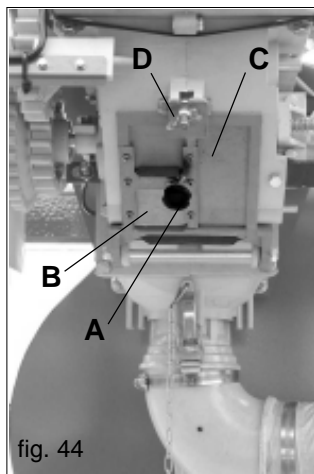

fig. 44
- a) Einen Sack oder einen Behälter unter die Auslassöffnung des Dosiergerätes stellen und dann den Kugelgriff (A, Abb. 44) aufdrehen, um den Trichterinhalt durch die Öffnung (B) abfließen zu lassen. Die Ablassöffnung (C Abb. 44) öffnen, indem die Flügelmutter (D Abb. 44) geöffnet wird, um den Inhalt des Dosierers abzulassen.